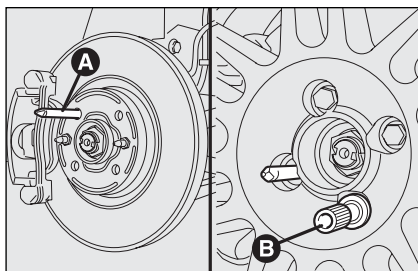

fig. 10
- ☐ visser le pion de centrage **A-fig. 10** dans une des fentes des boulons de fixation visibles sur le moyeu de la roue;